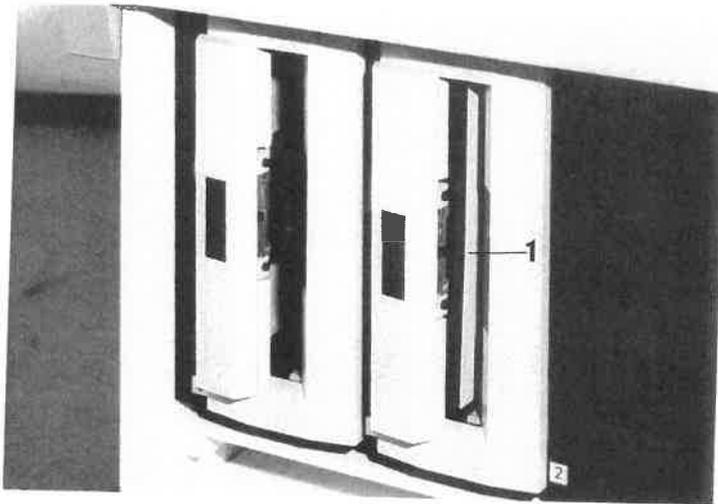

Abb. 3 Diskette eingeschoben
Das Firmenetikett (3) muß sich oben, das Langloch (1) vorn befinden, zum Gerät weisend. Die Platte langsam und gerade (nicht verkanten!) bis zum Anschlag einführen. Dabei muß am Ende des Einführvorganges eine Federwirkung überwunden werden. Dies wird durch ein hör- und spürbares Einrasten deutlich (Abb. 3).